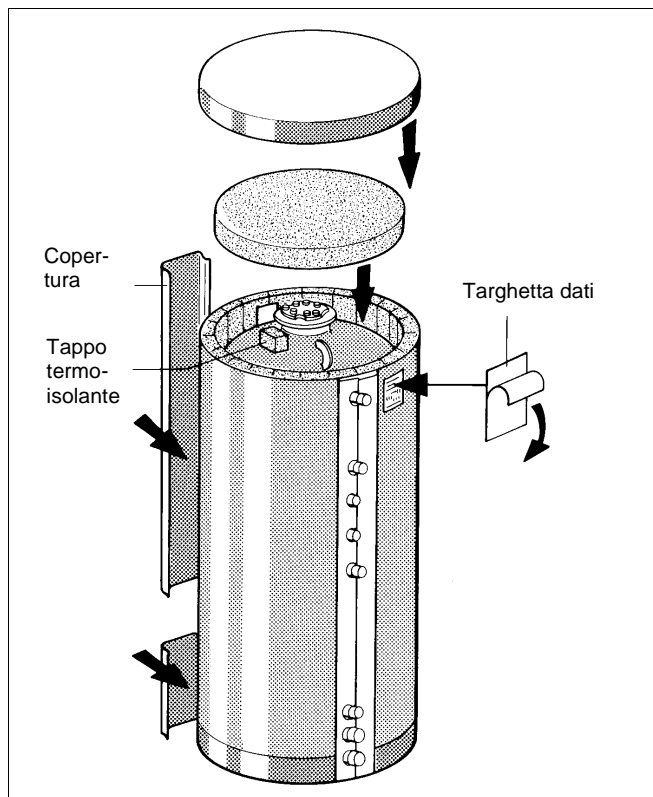

Fig. 8 - Rappresentazione schematica
- Inserire il tappo termoisolante rettangolare, dall'interno, nel ritaglio (fig. 8).
- Disporre la calotta dell'accumulatore (di plastica) sopra il disco termoisolante ed il bordo del materassino termoisolante fig. 8.
- Innestare il listello di copertura su quello di chiusura del materassino termoisolante fig. 8.
- Togliere la pellicola di protezione dalla parte retro della targhetta dati, ed incollare la targhetta sopra a destra, accanto al tronchetto „AB“ fig. 8.
- Rimettere il disco termoisolante (fig. 8).
- Disporre la calotta dell'accumulatore (di plastica) sopra il disco termoisolante ed il bordo del materassino termoisolante (fig. 8).